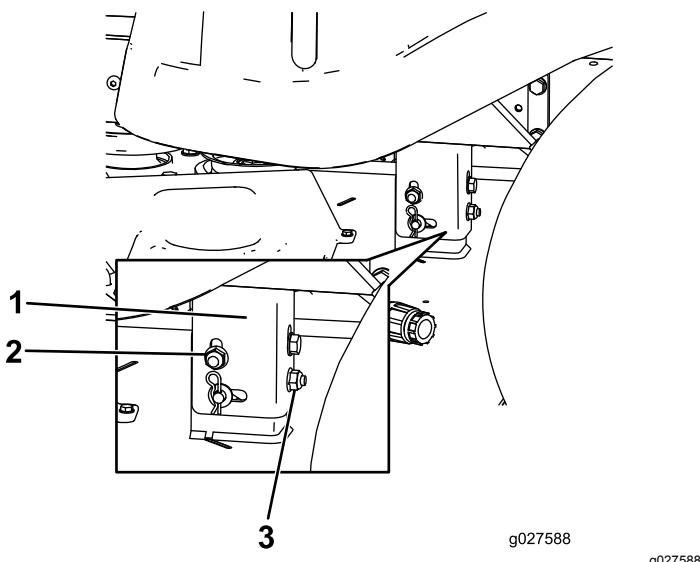

**Figure 54**
- Faites pivoter les lames avec précaution pour qu'elles soient toutes parallèles (Figure 54).
5. Mesurez la distance entre les tranchants extérieurs et le sol plat (Figure 54). Si les deux mesures diffèrent de plus de 5 mm (3/16 po), un réglage s'impose. Poursuivez la procédure.